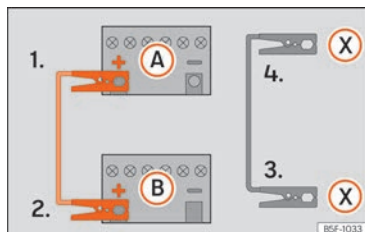

Fig. 78 Schéma de branchement pour les véhicules équipés du système Start-Stop.
- 4b. *Sur les véhicules avec système Start-Stop* : raccordez une extrémité du câble d'urgence **(X)** à une borne de mise à la terre appropriée, à une pièce métallique massive vissée au bloc-moteur, ou au bloc-moteur lui-même » » **fig. 78**.